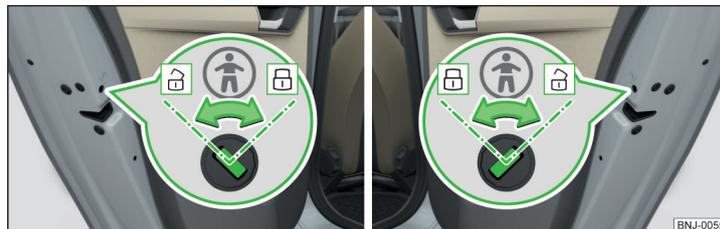

Fig. 35 Porta traseira: Ligar / desligar a segurança infantil
- Para **ativar** a segurança, rodar com a chave do veículo para a posição **!** » Fig. 35.